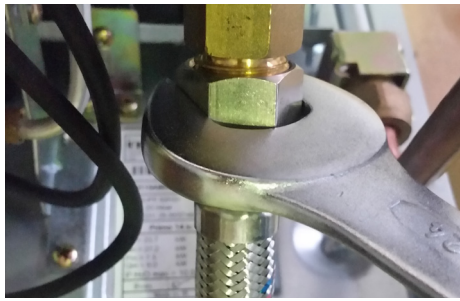

Fig. 15
- Scollegare la valvola acqua dalla rete idrica agendo sul raccordo in ingresso (Fig. 15)